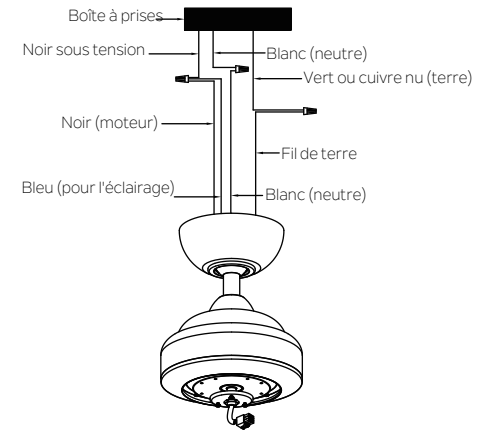

Fig. 12
Étape 1. Connectez le fil NOIR d'alimentation du ventilateur et le fil BLEU d'alimentation de l'éclairage du ventilateur au fil d'alimentation du domicile (Fig. 12).
Étape 2. Connectez le fil BLANC neutre du ventilateur au fil BLANC neutre du domicile (Fig.12)
Étape 3. Connectez les fils de TERRE (VERTS) depuis le support de montage et la boule de suspension au fil de TERRE (VERT) ou NU (CUIVRE) du domicile (Fig. 12)